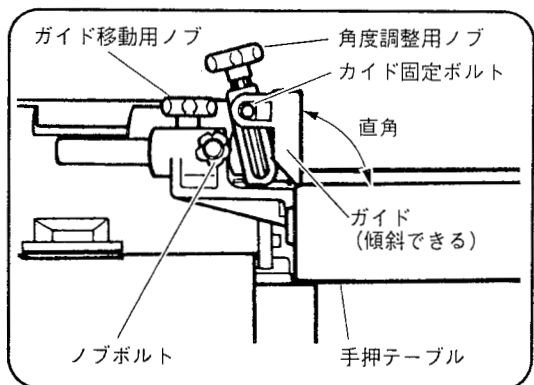

図 11
- (1) ガイド固定ボルト (2 本) を付属の両口スパナ (17mm) でゆるめ、角度調整用ノブをまわし、手押テーブルとガイドを直角定規 (曲尺など) を使用して直角に調整します。調整後は、ガイド固定ボルトで確実に固定します。(図 11 参照)
- (2) むら取りした切削面をガイド面にしっかりと押し付けながら送ります。このとき手が手押テーブル面に近づかないように木材を押さえます。
(1) ガイド固定ボルト (2 本) (図 11 参照) を付属の両口スパナ (17mm) でゆるめ、角度調整用ノブ (図 11 参照) をまわすとガイドは 0~45° の範囲で傾けることができます。
(2) 面取り角度にガイドを合わせ、木材をガイド面にしっかりと押し付けながら送ります。
- (1) ノブボルト（図 11 参照）をゆるめ、ガイド移動用ノブをまわしてガイドとかんな刃側面との間隔を切削幅に合わせ、ガイドをノブボルトで固定します。